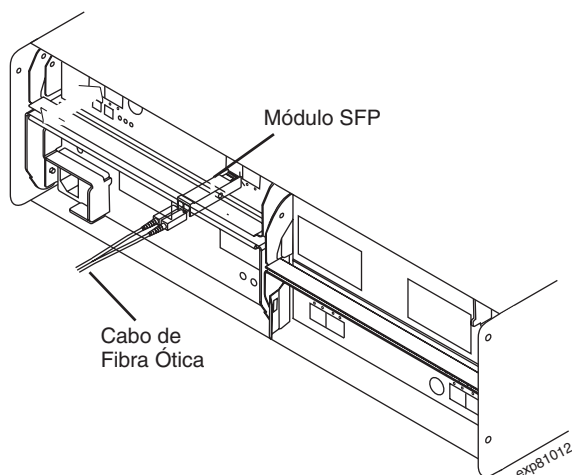

Figura 70. Instalando um módulo SFP e conectando um cabo LC-LC nos gabinetes de expansão de unidade
2. Conecte um cabo de fibra ótica LC-LC no módulo SFP, conforme mostrado na Figura 70 na página 112.
Instale um módulo SFP na porta SFP na parte traseira dos gabinetes de expansão de armazenamento; em seguida, conecte a outra extremidade do cabo LC-LC no módulo SFP, conforme mostrado na Figura 70.